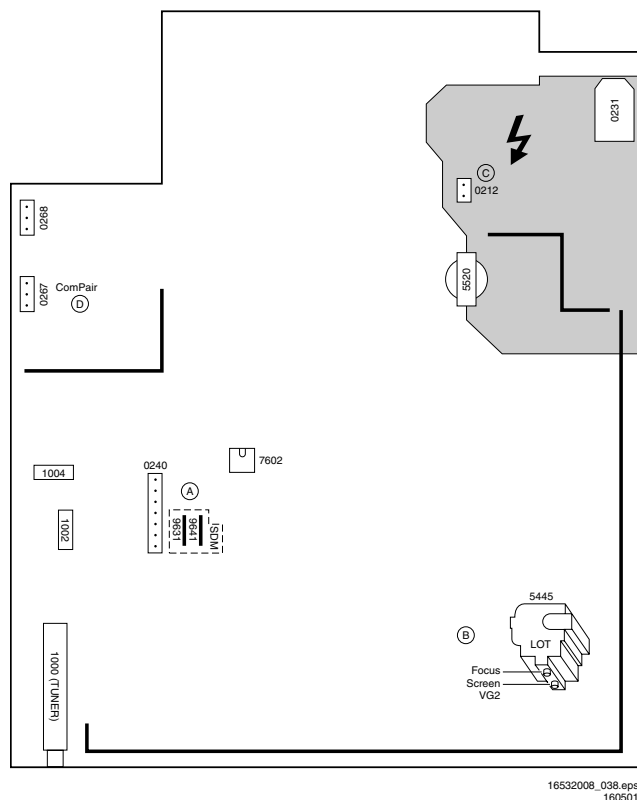

Figure 8-1
10. Sélectionnez la cathode avec la valeur V_{CC} la plus élevée pour le réglage. Ajustez la coupure_v de ce canon avec le potentiomètre d'ECRAN sur le LOT (voir Fig. 8-1) avec la valeur correcte (voir tableau ci-dessous).
3. Réglez le potentiomètre MISE AU POINT (voir Fig. 8-1) jusqu'à ce que les lignes verticales à 2/3 de l'est et de l'ouest, à la hauteur de la ligne du centre, aient une largeur minimale sans flou visible.